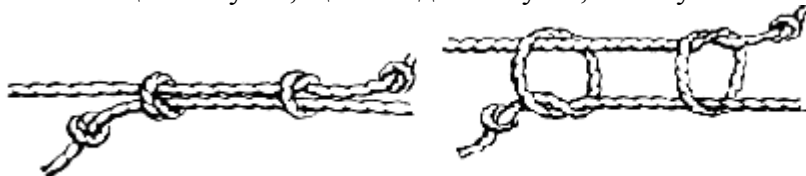

Рис. 2. Ткацький вузол
**Завдання 2.** Навчитися в'язати ткацький вузол (рис.2).